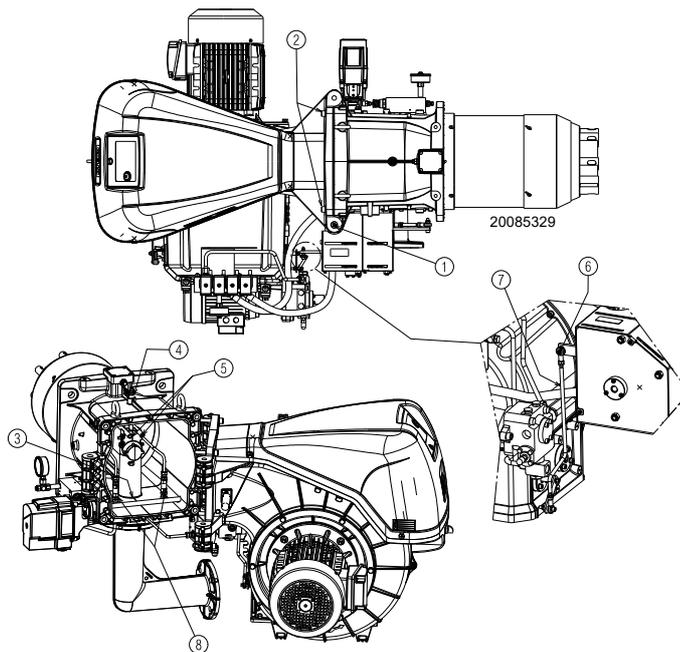

Fig. 15
Le brûleur sort de l'usine avec l'ouverture prévue sur la droite, maintenant ainsi le pivot 1)(Fig. 15) dans son logement.
- A** enlever la vis 6) en désolidarisant le tirant 7)(Fig. 15);
- D** ouvrir le brûleur totalement comme sur la Fig. 15;
Pour l'ouverture du brûleur du côté opposé, avant d'enlever le pivot 1)(Fig. 15), vérifier que les 4 vis 2) soient serrées. Puis déplacer le pivot 1) sur le côté opposé, seulement alors, il sera possible d'enlever les vis 2); puis procéder comme décrit au point C.